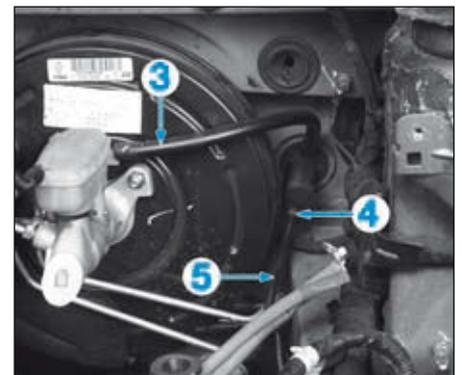

FIG.12
- Déposer le tuyau d'alimentation (3) de l'émetteur d'embrayage du réservoir de liquide de frein (Fig.12).
- Tirer d'un cran l'agrafe (4) de la canalisation (5) de l'émetteur d'embrayage.